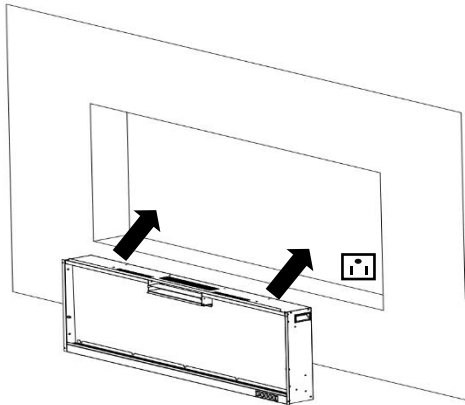
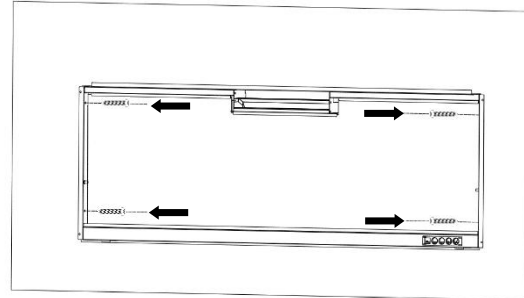

Fig. 2-3
Fig. 2-4
AB. Pida a dos personas adultas que levanten la chimenea y la introduzcan en el marco de montaje y luego la aseguren instalando **4 tornillos para madera (B)** a través de los agujeros (**Fig. 2-3, Fig 2-4**).